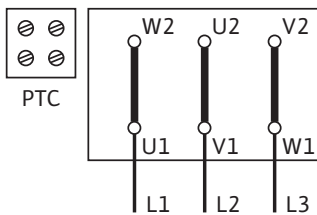

Fig. 45: Y-Δ-εκκίνηση (Στάνταρ)
Το σχεδιάγραμμα συνδέσεων για την ηλεκτρική σύνδεση βρίσκεται στο κουτί ακροδεκτών (βλέπε επίσης Fig. 45/46).
- Η ηλεκτρική σύνδεση στον πίνακα ακροδεκτών εξαρτάται από την ισχύ του κινητήρα P₂, από την τάση του ηλεκτρικού δικτύου και από τον τρόπο ενεργοποίησης. Η απαιτούμενη σύνδεση των συνδετικών γεφυρών στο κουτί ακροδεκτών αναφέρεται στην παρακάτω παράθεση «Πίν. 4: Κατάληψη των συνδετικών ακροδεκτών» στη σελίδα 19 καθώς και στην Fig. 45/46.
Υ-Δ-εκκίνηση (τυπική)	Συνδετικές γέφυρες αφαίρεση (Fig. 45)